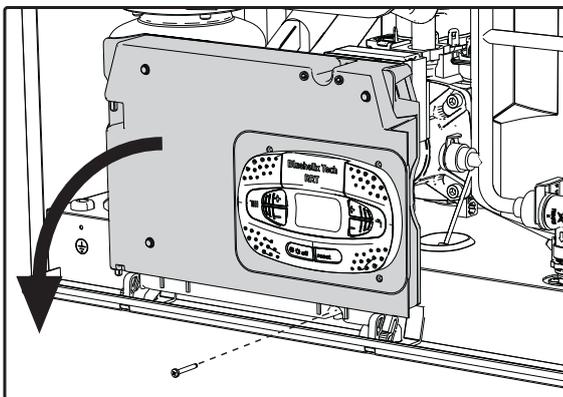
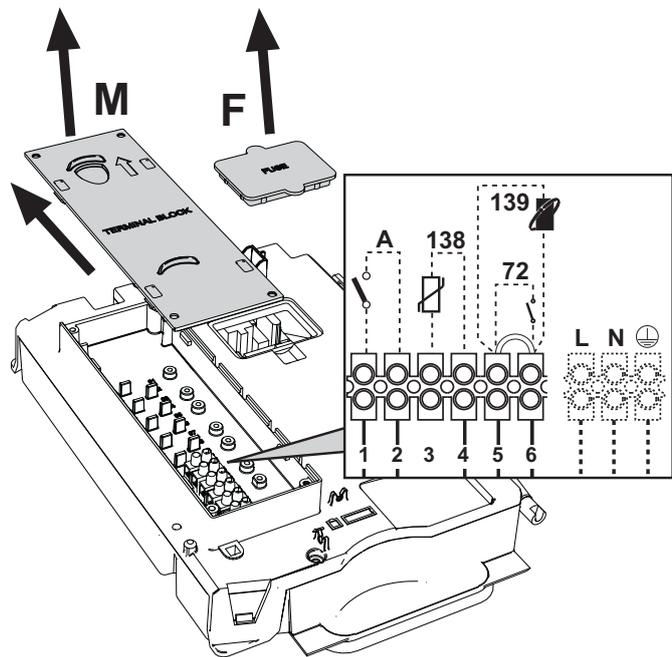

fig. 21
fig. 22
Après avoir retiré le panneau avant ( \*\*\* 'Ouverture du capot avant et du panneau de la chambre de combustion étanche' on page 36 \*\*\*), il est possible d'accéder au bornier (M) et au fusible (F) en suivant les indications décrites ci-après (fig. 21 et fig. 22). **Les bornes indiquées en fig. 22 doivent être à contacts secs (et non pas 230 V)**. La disposition des barrettes pour les différentes connexions est reportée dans le schéma électrique au chapitre des données techniques fig. 44.
## Configuration interrupteur ON/OFF (A fig. 22)